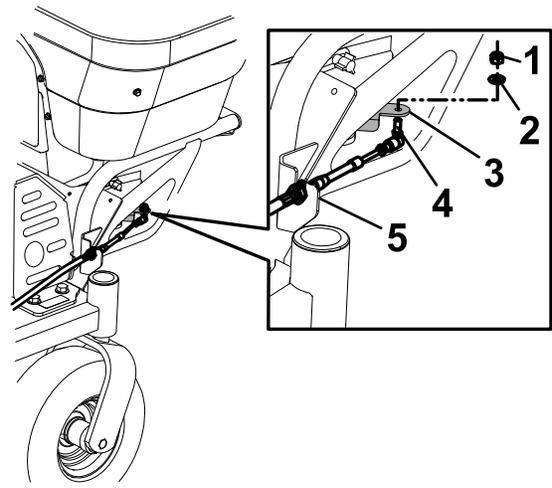

Figure 7
4. Insérez l'extrémité du câble dans le trou du bras de la trappe; fixez l'extrémité du câble avec une rondelle et un contre-écrou (1/4 po), comme montré à la voir Figure 7.